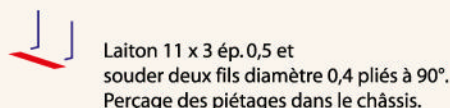

FIGURE 4.
► jonc de plastique diamètre 8 et 135 de long. Le biseauter côté intérieur aux extrémités pour la rotation des bogies. Tracer la jupe proprement dite sur une plaque épaisseur 0,25 longueur 229 hauteur 11. Coller un renfort en haut EV 2x1,5 x 229 et faire la même forme biseautée que sur le jonc. Ensuite coller le jonc contre le renfort en orientant les biseaux correctement et en le centrant. Déposer de la colle cyanoacrylate sur le reste de la jupe puis la rouler jupe contre le jonc afin d'obtenir un galbe parfait de la jupe (**photo 15**). Tracer la position des grilles et portes de coffres puis graver l'emplacement du levier d'isolement du frein, attention au sens ils sont en vis-à-vis, à droite sur la face à dix fenêtres, à gauche celle à neuf. Coller les grilles après les avoir apprêtées avec un apprêt pour métal (**photo 16**). Construire les marchepieds (**figure 4**). La pose des bogies Roco nécessite la confection d'une fixation